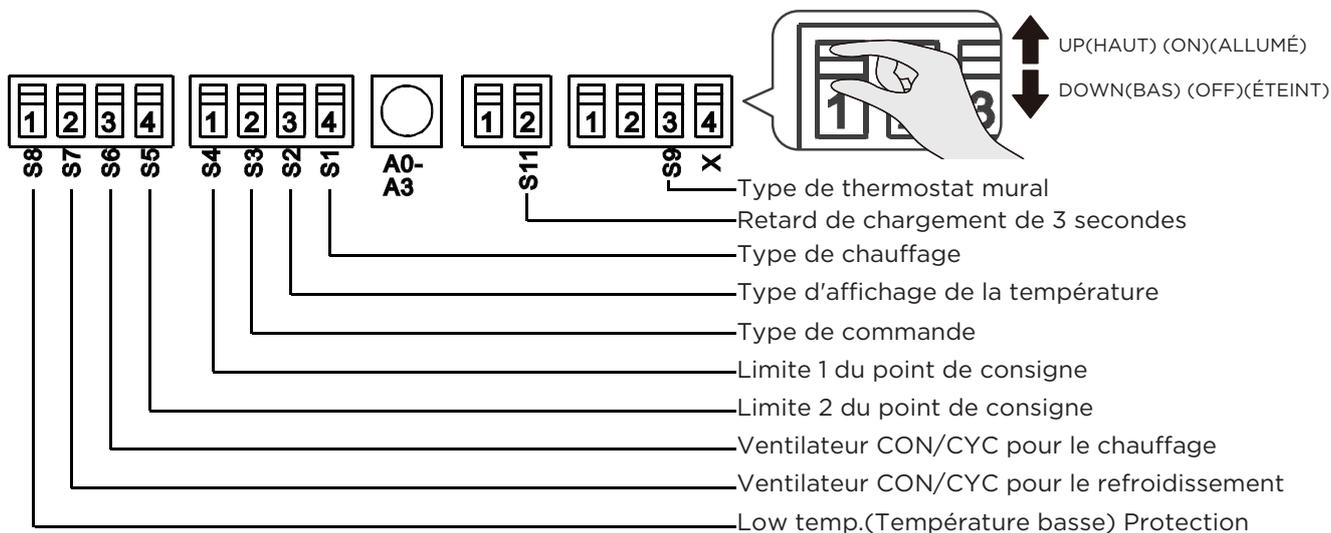

Fig. 4
- Voir le tableau 1 (à la page suivante) et la figure 4 pour les configurations et les fonctions des interrupteurs DIP de chaque position de l'interrupteur DIP.